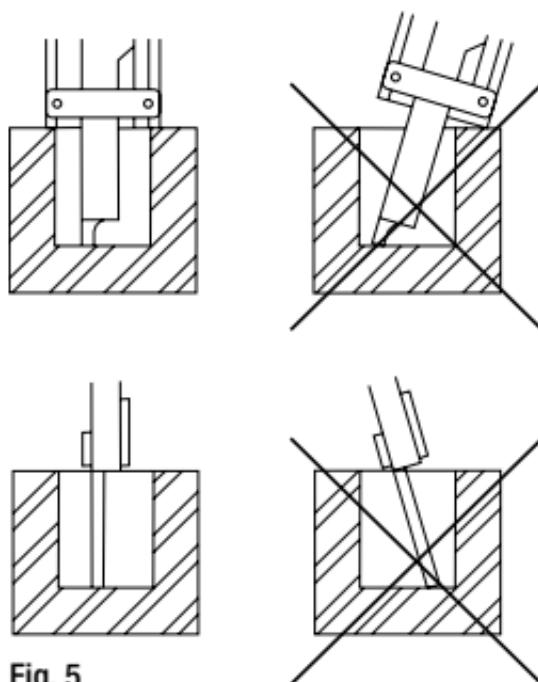

Fig. 5
- **Medición de la Profundidad:** Coloque la varilla de medición de profundidad (3) perpendicularmente a la parte inferior de la pieza que sea deseada medir (Fig. 5).